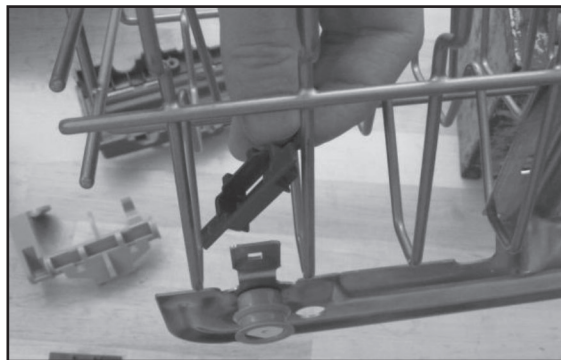

FIGURE 3
5. Pour monter les attaches de positionnement, les incliner d'abord légèrement pour les faire passer entre les tiges du panier. Voir la *Figure 3*.